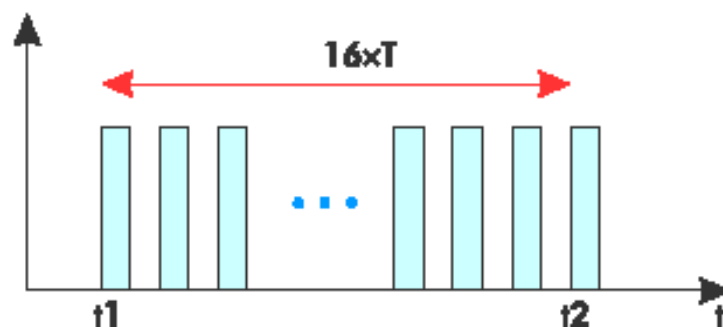

Рисунок 2.2 - Вимірювання періоду з усередненням
*Приклад 2.* Вимірювання періоду з усередненням результату (рис. 2.2).